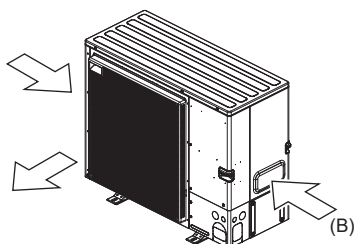

Fig. 2-6
- (3) Anbring om muligt enheden således, at luftudblæsningen blæser vinkelret på den fremherskende vindretning. (Fig. 2-6)